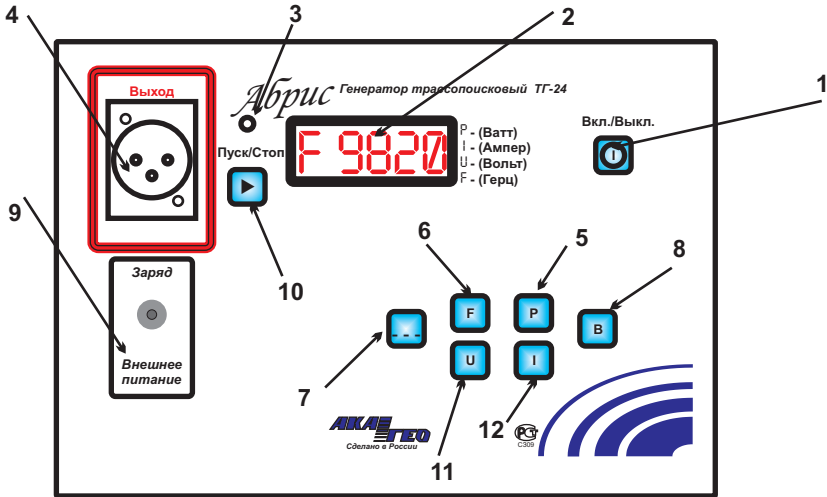
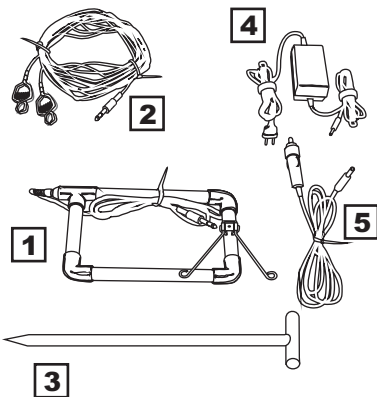

Рисунок 3
Рисунок 4
**1** При работе от сети подключите адаптер 220 В (поз. 4 рис. 4) к гнезду подключения внешнего питания (поз. 9 рис. 3), при работе от бортовой сети автомобиля используйте автомобильный адаптер (поз. 5 рис. 4).
**2** Нажмите на клавишу (поз.1 рис.3) переключив ее в положение “работа”
**ВНИМАНИЕ !** Не включайте питание генератора перед подключением. При включенном питании на гнезде подключения внешней нагрузки (поз. 4 рис. 3) или зажимах вставленного в него кабеля гальванического подключения (поз. 2 рис. 4) присутствует высокое напряжение, порядка 200 В
- 1** Подключите один зажим кабеля гальванического подключения (поз.2 рис. 4) к коммуникации, при этом необходимо обеспечить надежный электрический контакт.
- 2** Другой зажим кабеля подключите к штырю заземления (поз. 3 рис. 4), вбитому в увлажненный грунт в 5-15м от места подключения
- 3** Подключите разъем кабеля к гнезду подключения внешней нагрузки (поз. 4 рис. 3)